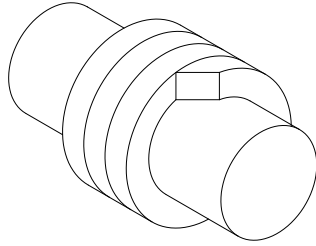
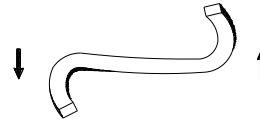

Figura 7.1
Figura 7.2
Antes de introducir la nueva empaquetadura comprobar el estado de la superficie del eje motriz (05) y la caja estopera (36). El eje debe tener un acabado superficial pulido. Cortar los anillos a la longitud necesaria con un ángulo de 45° como indica la figura 7.1. Comprobar que los cortes coincidan sobre el eje. Abrir con cuidado los anillos (figura 7.2), para permitir el paso del eje, ubicándolos cada uno por separado. Introducir primero la unión y después empujarlos hasta el fondo.